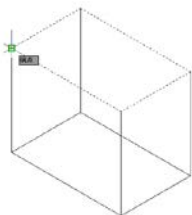
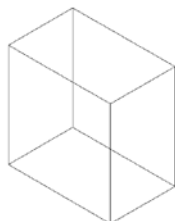

图 11.51 指定基点
图 11.52 移动面
- (4) 指定如图 11.51 所示的基点。
- (5) 指定第二点的坐标: (0, 0, 150), 并按回车键。
- (6) 命令行提示“【拉伸(E)/移动(M)/旋转(R)/偏移(O)/倾斜(T)/删除(D)/复制(C)/颜色(L)/材质(A)/放弃(U)/退出(X)】<退出>:” 按回车键。
- (7) 命令行提示“输入实体编辑选项【面(F)/边(E)/体(B)/放弃(U)/退出(X)】<退出>”按回车键。移动后的效果如图 11.52 所示。